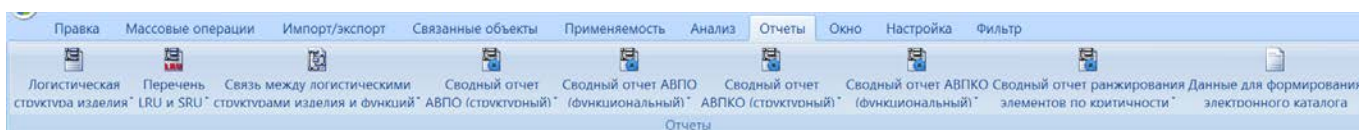

Рис. 10-73
- 3) После загрузки данных на вкладке «Отчеты» будет полный перечень формируемых отчетов (рис. 10-73).
- 3) Нажать кнопку «Логистическая структура изделия» на вкладке «Отчеты» (рис. 10-73). Для открытия отчета в программе «Конструктор отчетов» нажать на верхнюю часть кнопки. Для выбора программы для открытия отчета – «Конструктор отчетов» или MS Excel, нажать на нижнюю часть кнопки и в открывшемся меню выберите нужный пункт.